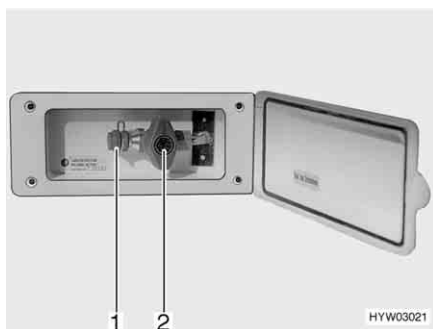

Fig. 145 Raccordement externe de gaz avec robinet d'arrêt de gaz fermé
Le raccordement externe de gaz (Fig. 145) se trouve, selon les modèles, à l'arrière ou sur le côté gauche ou droit du véhicule.
- Raccorder l'appareil à gaz externe sur le raccord (Fig. 145,1).
- Ouvrir le robinet d'arrêt de gaz (Fig. 145,2).